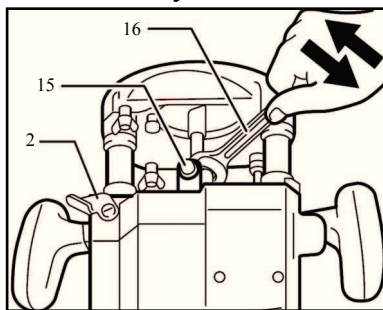

рис. 4
- вставьте фрезу в цангу. Надавите на фиксатор вала 15 (рис.4) и, удерживая вал в неподвижном состоянии, с помощью ключа 16 (рис.4), надёжно затяните гайку крепления фрезы.